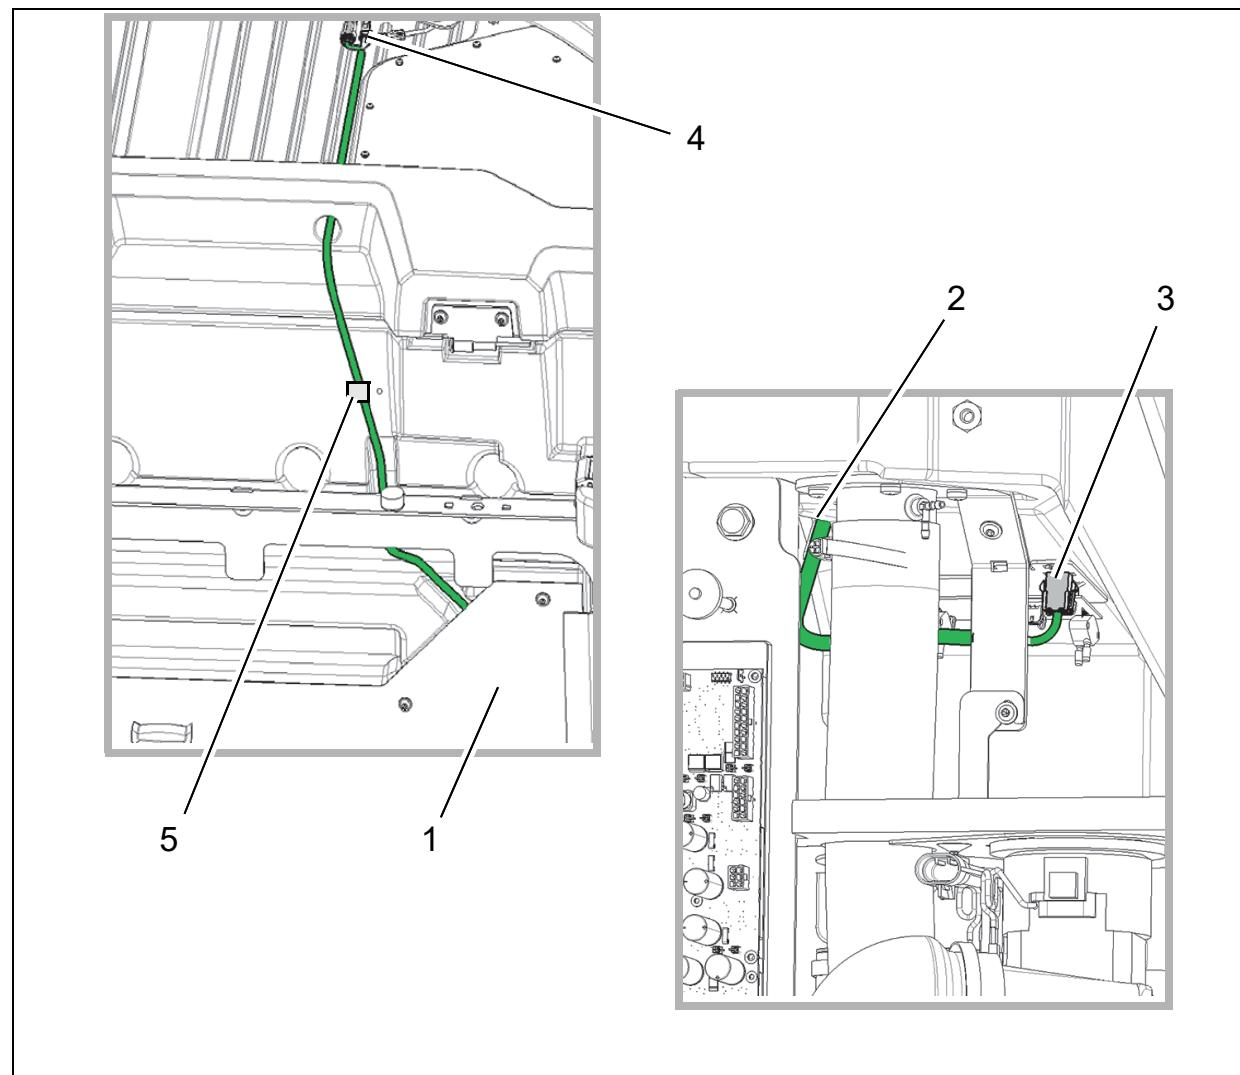

Abb. 2
2. Kabelbaum W74 laut Abb. (grün dargestellt) unter dem Abdeckblech (Abb. 2/1) bis in den Turbinenraum führen (Abb. 2/2).
3. 6-poligen Stecker X66 von W74 im Turbinenraum auf dem Steckblech befestigen und mit Kabelbaum W3 verbinden (Abb. 2/3).
4. Wellschlauch mit Kabelbaum W74 bis zum Ende des Deckels ziehen (Abb. 2/4) und mit Wellschlauchhalter (Abb. 2/5) befestigen.